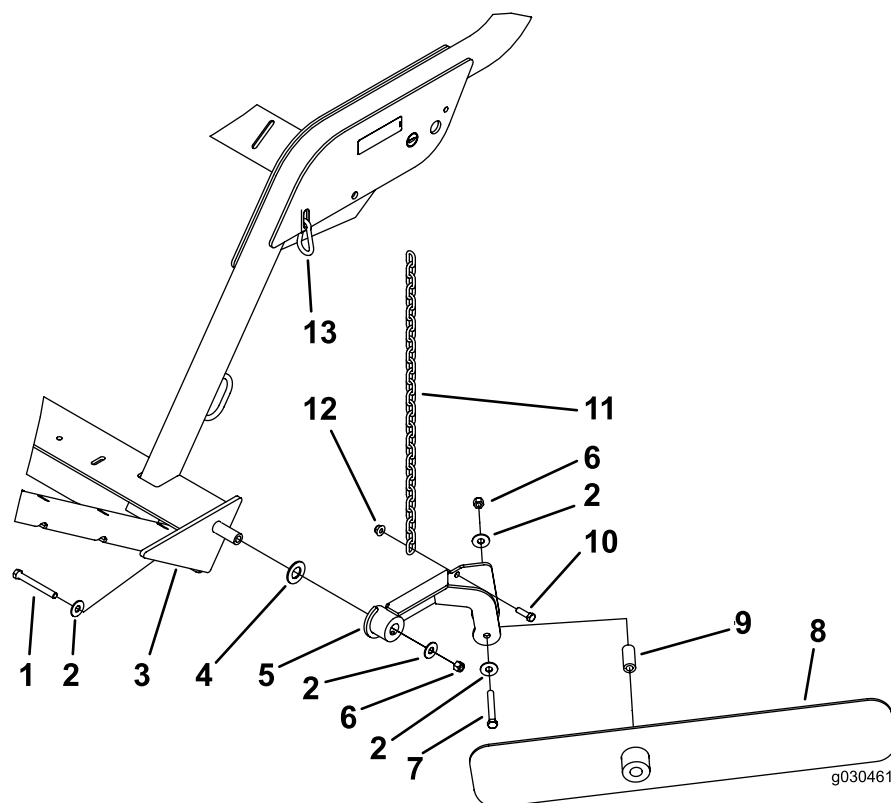

Figura 16
Nota: Posicione os componentes como se indica na Figura 16.
2. Fixe a lâmina de alinhamento ao conjunto de montagem com um parafuso (7/16 pol. x 3¼ pol.), duas anilhas planas, um espaçador e uma porca de bloqueio (7/16 pol.). Monte os componentes como se mostra na Figura 16.
3. Prenda a corrente no conjunto de montagem da lâmina utilizando um parafuso (¾ pol. x 1¼ pol.) e uma porca flangeada (¾ pol.) (Figura 16).
4. Fixe a outra extremidade da corrente à ranhura da estrutura com a articulação de encaixe (Figura 16).